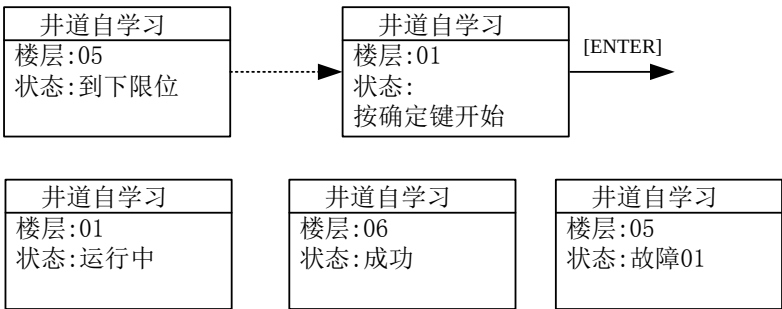

图 7.4 井道自学习操作示意图
- 4. 通过液晶显示屏进入自学习菜单，按菜单提示操作，如图 7.4 所示；